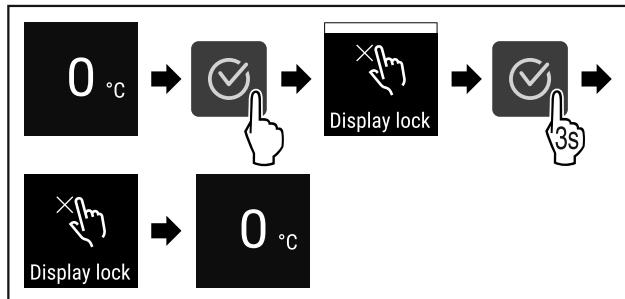

Fig. 78
- Εκτελέστε τα βήματα ενεργειών (βλέπε Fig. 78).